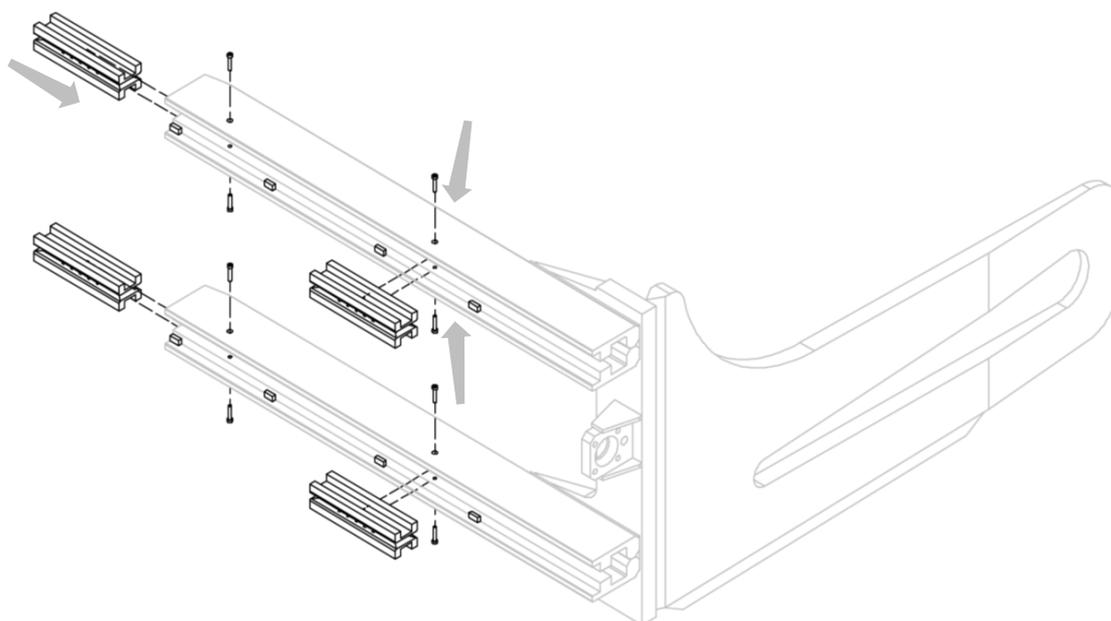
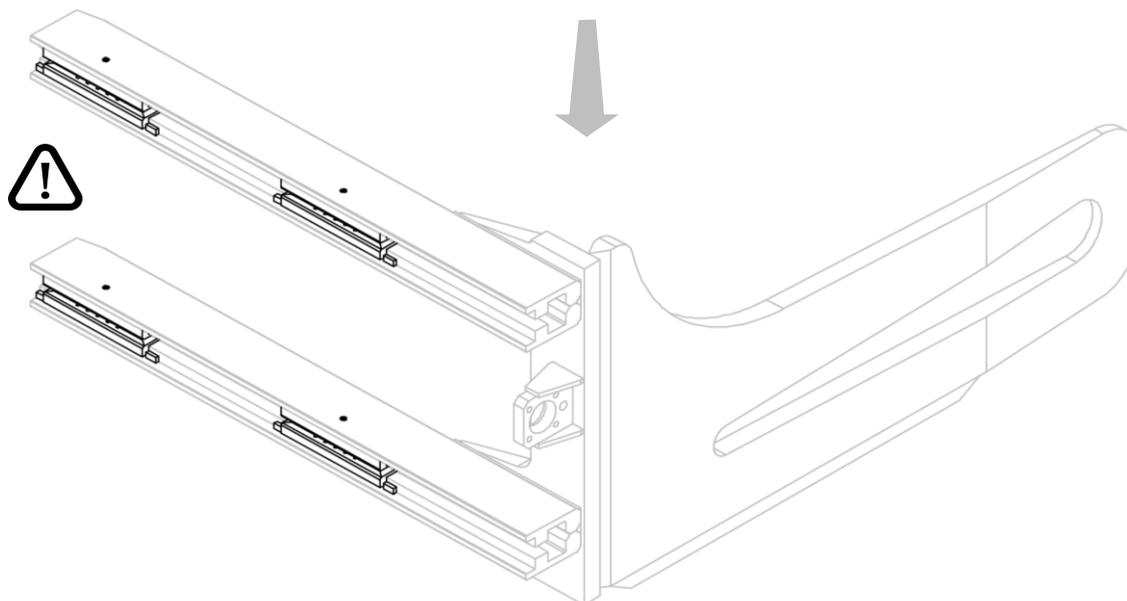

Figura 5
Figura 6
2. Installare le boccole di scorrimento nelle apposite sedi delle forcelle, posizionandole in modo corretto fra i blocchetti di fermo ed avvitando le relative viti di bloccaggio (vedi *Figura 5* e *Figura 6*).